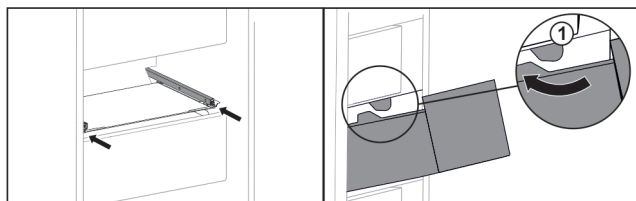

Fig. 149
- ▶ Poprowadzić szufladę wokół stoperów Fig. 149 (1).